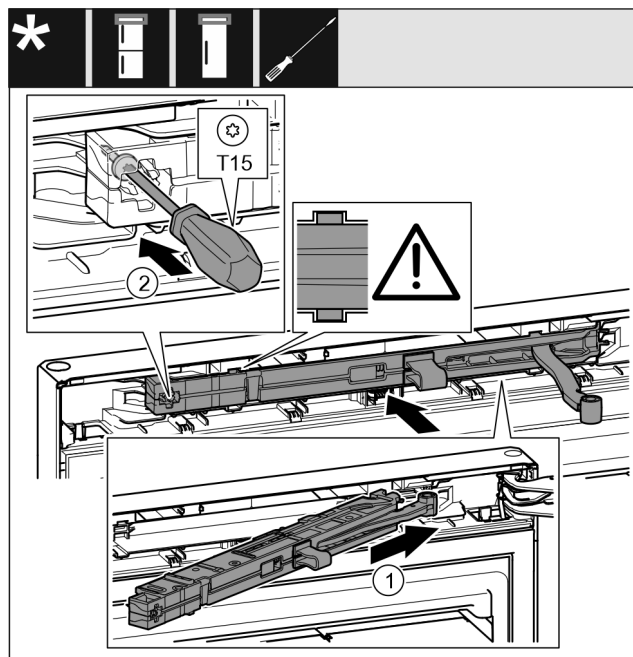

Fig. 42
- ▶ Вставьте узел амортизатора закрытия двери Fig. 42 (1) в выемку со стороны опорного кронштейна под наклоном до упора.
- ▶ Затяните винт Fig. 42 (2) отверткой.